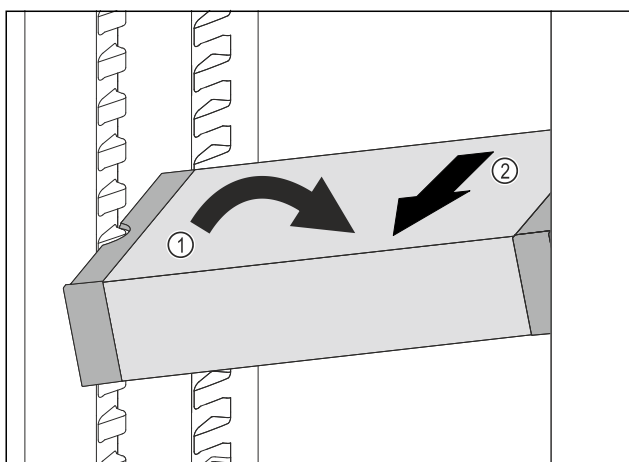

Fig. 217
- VarioSafe postavte v chladničce šikmo. Fig. 217 (1)
- VarioSafe odeberte směrem dopředu. Fig. 217 (2)